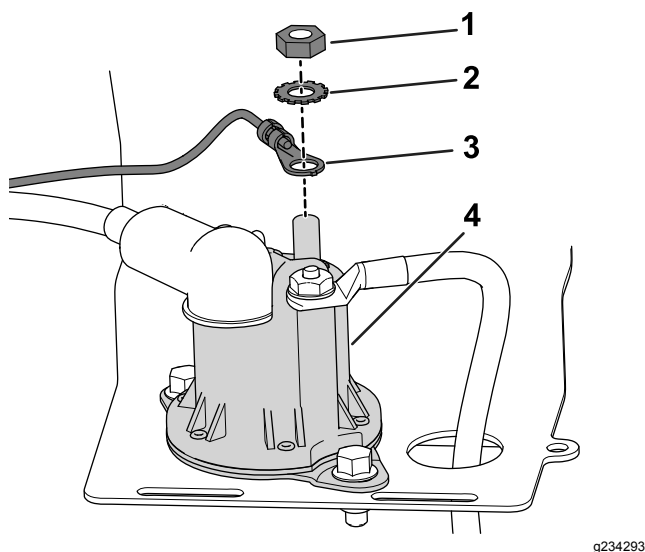

Figura 5
2. Utilizzate il dado e la rondella di bloccaggio del solenoide per fissare il terminale ad anello al solenoide (Figura 5).